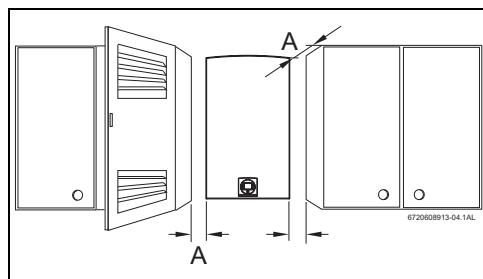

Fig. 17 Distancias mínimas
- ▶ Respetar las medidas mínimas de instalación indicadas en la Fig.17.
- ▶ Asegurar un buen acceso para los trabajos de mantenimiento, respetando las distancias mínimas indicadas en la Fig. 17 .